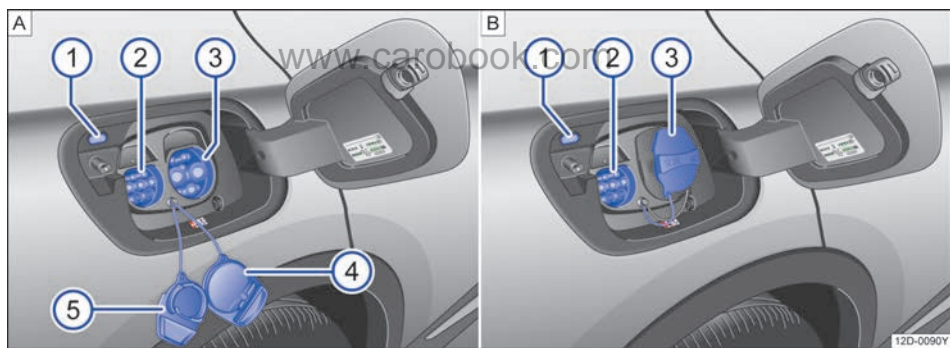

图 145 A. 充电插口 B. 充电口保护盖使用说明
→ 图 145 [A] 的图例：
- 在充电过程中，充电口保护盖请按照→图 145 [B] 方式使用。例如，使用交流电端口→图 145 [A] ② 充电时，请将交流充电口保护盖→图 145 [A] ⑤ 挂在直流充电口保护盖上→图 145 [A] ④。
- 若成功连接，则→图 145 ① 充电状态指示灯亮白色，组合仪表的显示屏中出现指示灯.
充电过程中，充电插口上的充电状态指示灯→图 145 [A] ① 间歇性亮起绿色。
- 点击信息娱乐系统屏幕中的功能按钮 **结束充电**。充电插座上的充电过程指示灯亮起白色→图 145 [A] ①。
充电插口上的充电状态指示灯→图 145 A ①显示充电过程的状态。